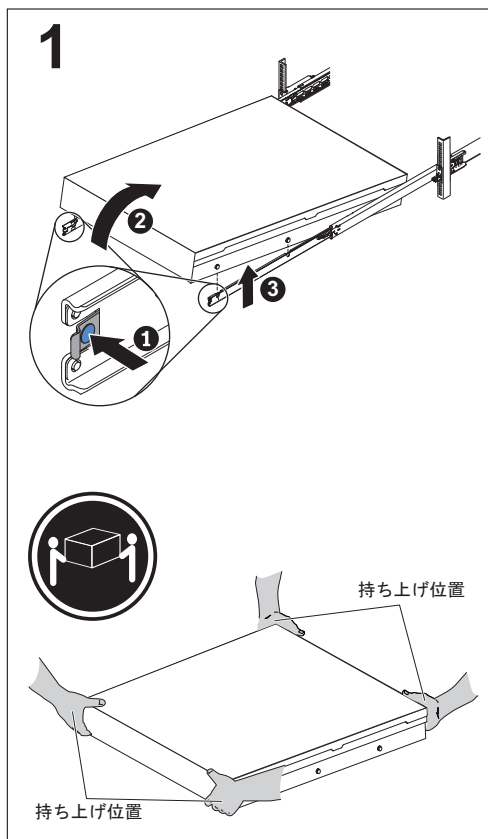

図 88. ラックからの SAN ポリウム・コントローラー 2145-DH8の取り外し
2. オプションで、ラックからノードを取り外します。ロック・レバー (121 ページの図 88 の **1**) を前方に引き、スライド・レールに沿ってサーバーを前方に引きます。